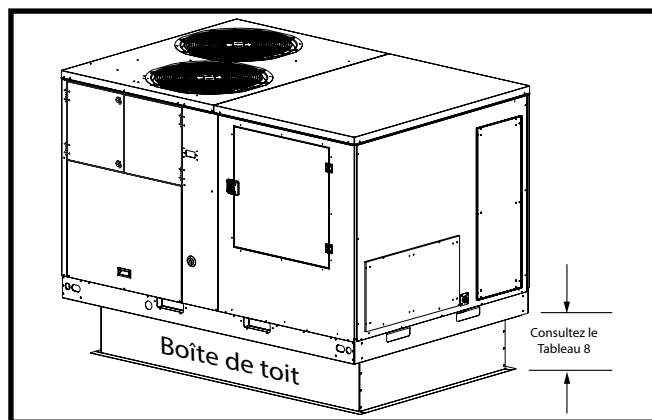

Figure 5. Boîte de toit
- Une boîte de toit accessoire appropriée (Figure 5) doit être installée avant l'installation de l'appareil. Voyez l'offre de hauteur de bordure de toit disponible dans la documentation d'entretien ventes. La boîte de toit doit être à l'équerre et de niveau pour assurer un drainage approprié de la condensation. **Veillez suivre les directives fournies avec la trousse.**